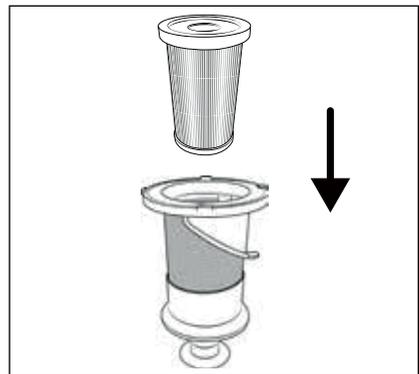

Fig. 22
- ▶ No gire el filtro de acero inoxidable (6) mientras lo inserta en el depósito de polvo (7). Observe también las dos marcas de puntos en el filtro de acero inoxidable (6) y en el depósito de polvo (7) para colocar bien el filtro de acero inoxidable (6).
- 7) Inserte el filtro HEPA (5) en el filtro de acero inoxidable (6) (consulte la fig. 22).